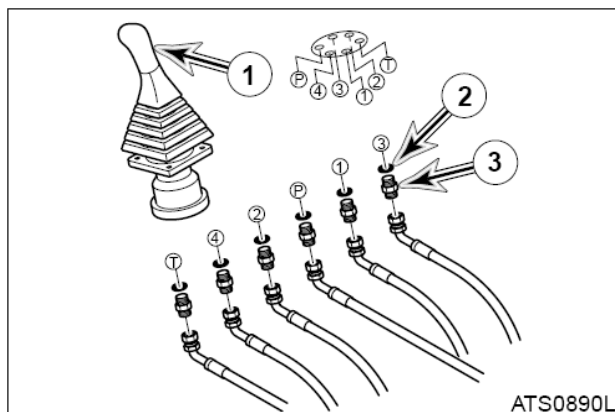

Рис. 37
1. Установить шесть фитингов (3, рис. 37) и уплотнительные кольца (2, рис. 37).
2. Подсоединить шланги к клапану джойстика (1, рис. 37).